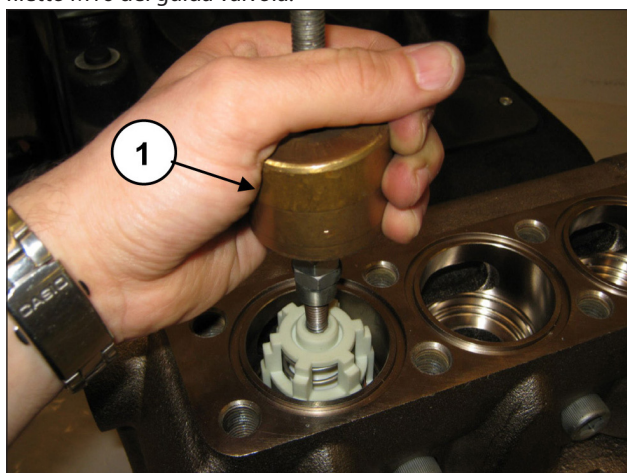

Fig. 141
Estrarre il gruppo valvola mandata mediante l'utilizzo di un estrattore a massa battente (cod. 27516400) da applicare al foro M10 del guida valvola (pos. ①, Fig. 141) o, in aggiunta, eventuale adattatore M10-M16 (cod. 25089700) da applicare al filetto M16 del guida valvola.